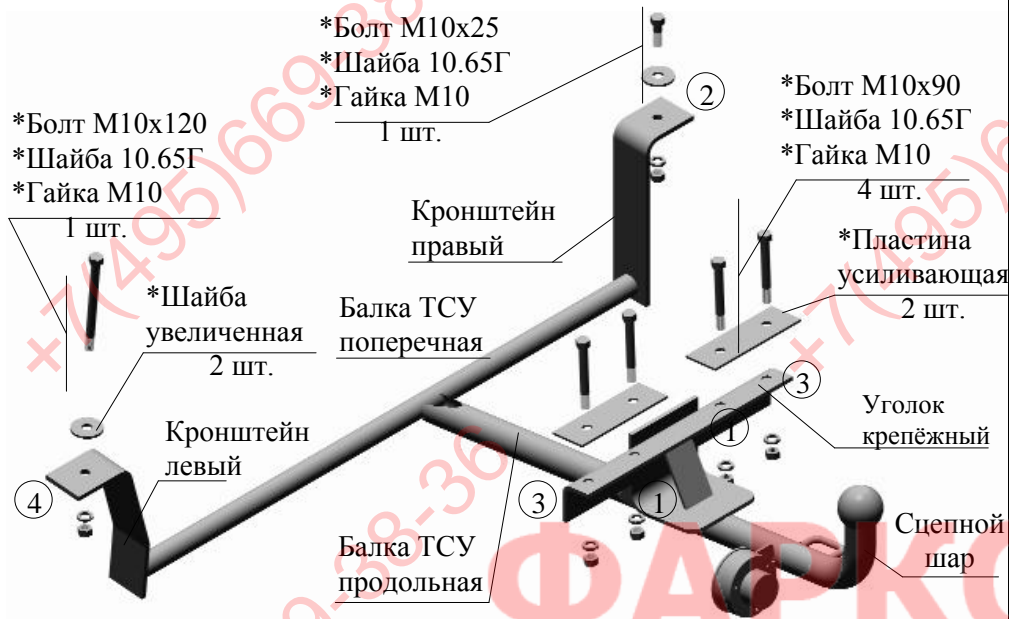

Рис.1 Тягово-сцепное устройство ТСУ 3110Н (ТСУ3110Кр)
2.1 ТСУ 3110Н (3110Кр) в сборе (рис.1)	1 шт.
2.2 Пакет с комплектующими (см. рис.1)	1 шт.
- 4.3 Наметить и просверлить в полом коробе а/м два отверстия (на Рис. 1 отмечены (1)) диаметром 10,5...11 мм, используя ТСУ, как кондуктор. Закрепить ТСУ двумя болтами М10х90, не затягивая крепеж.
- 4.4 Наметить и просверлить в полу багажного отделения отверстие (2) диаметром 10,5...11 мм, используя ТСУ, как кондуктор (см. Рис. 1). Закрепить ТСУ, не затягивая крепеж.
- 4.5 Наметить и просверлить два отверстия диаметром 10,5...11 мм в полу багажного отделения, используя ТСУ, как кондуктор (отверстия (3) на Рис. 1).
- 4.6 Наметить и просверлить напроход отверстие диаметром 10,5...11 мм в левом лонжероне автомобиля (отверстие (4) на Рис. 1). При сверлении отверстия со стороны пола багажного отделения необходимо использовать разметку.